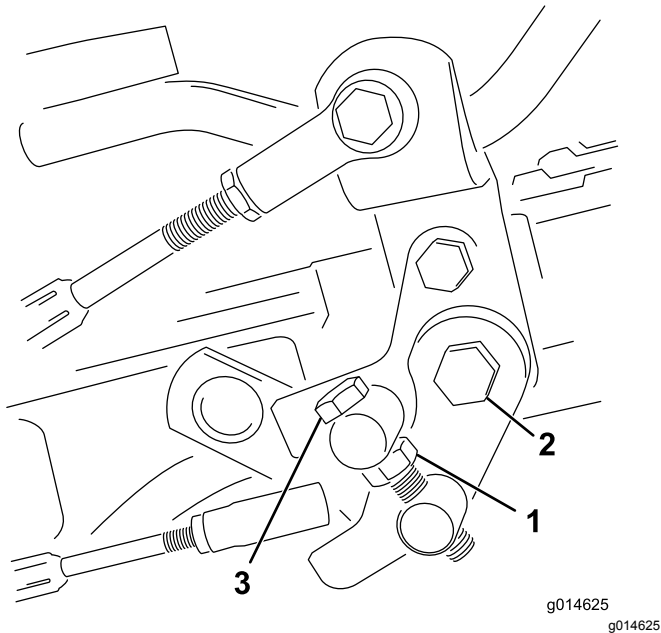

Figure 35
1. Desserrez l'écrou de blocage sur le boulon de tourillon (Figure 35).
4. Serrez l'écrou de blocage sur le boulon de tourillon et l'écrou sur le pivot de la pédale pour bloquer le réglage (Figure 35). Vérifiez le réglage et ajustez-le si nécessaire.